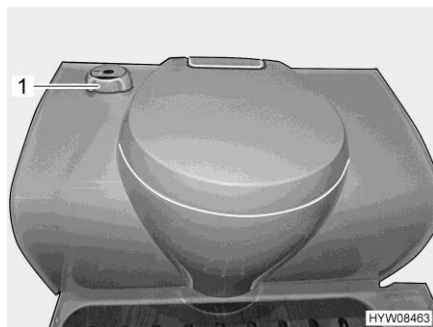

Fig. 200 Toilette Thetford
- Ruotare la maniglia girevole (Fig. 200,1) in senso antiorario.
- Ruotare la maniglia girevole (Fig. 200,1) in senso orario.